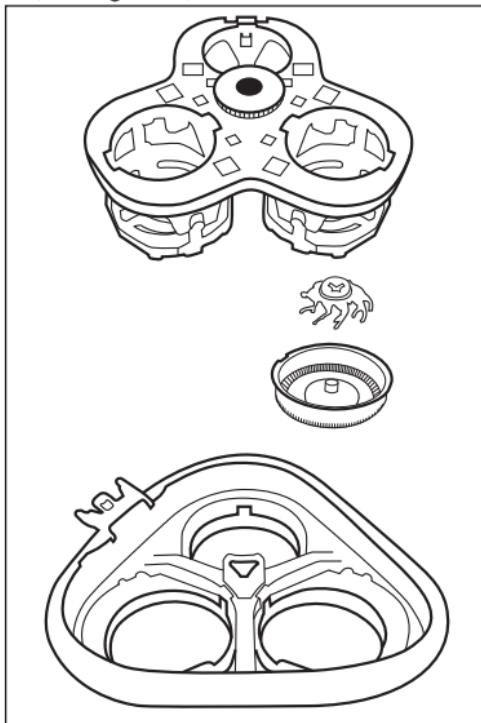

Figure 1
- 1) Appuyez sur la touche de déverrouillage **④**. L'unité de rasage **②** s'ouvre d'un coup.
- 2) Expansez un peu l'unité de rasage **②** afin qu'elle se laisse extraire par le haut.
- 3) Appuyez un peu sur la couronne dentée noire et tournez-la doucement en sens inverse des aiguilles d'une montre jusqu'à ce qu'il soit possible de soulever la fixation des têtes de rasage et de la retirer (voir figure 1).
- 5) Remontez l'unité de rasage **2**. À cette fin, servez-vous de la figure 1 :